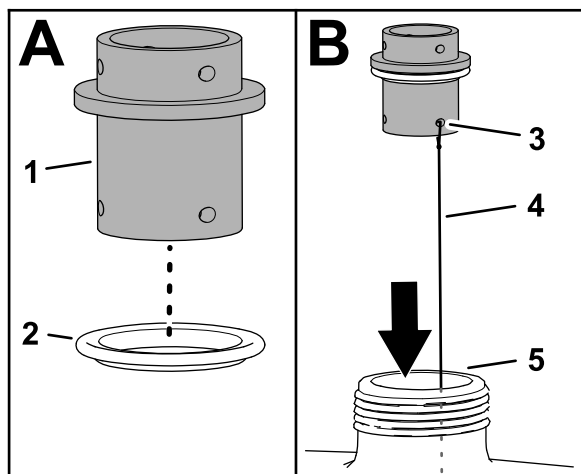
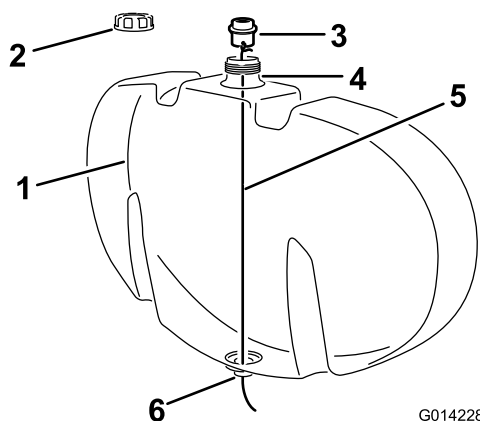

図 5
図 6
- 図 5 のように、バルクヘッドフィッティングに透明ガasketを取り付ける。
- 図 5 のように、長さ約 122cm の針金を、バルクヘッドフィッティングのリテーナフックの穴の一つに取り付ける。
- すすぎタンクにキャップがついている場合にはキャップを取る図 6。
- 給水口から針金の先端をタンク内に降ろし、タンク底部にある開口に針金を通す図 5 と図 6。